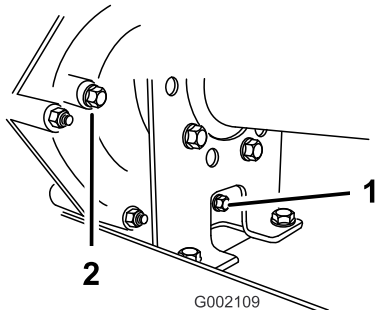
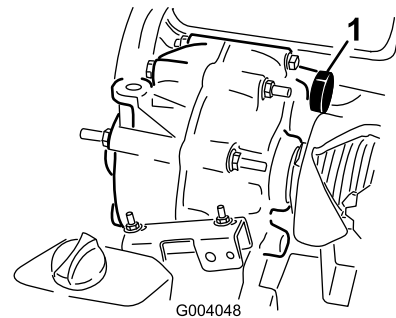

Bild 62
Bild 63
2. Reinigen Sie den Bereich um die Füll- und Ablassschraube mit einem Lappen (Bild 62).
4. Drehen Sie die Füllschraube nach links, um sie zu entfernen (Bild 62).
5. Drehen Sie die Ablassschraube nach links, um sie zu entfernen (Bild 62).
6. Setzen Sie die Ablassschraube und Dichtung in das Ablassschraubenloch am Getriebe ein und ziehen sie an (Bild 62).
7. Füllen Sie den Behälter (Bild 63) über das Füllschraubenloch mit ca. 1,4 l Öl der angegebenen Ölsorte oder bis der Ölstand im Getriebe die Unterseite des Gewindes erreicht (Bild 62).
8. Setzen Sie die Füllschraube und Dichtung in das Füllschraubenloch am Getriebe ein und ziehen sie an (Bild 62).
10. Prüfen Sie den Ölstand und füllen mehr Öl ein, wenn der Ölstand unter dem Gewinde im Füllschraubenloch liegt (Bild 62).